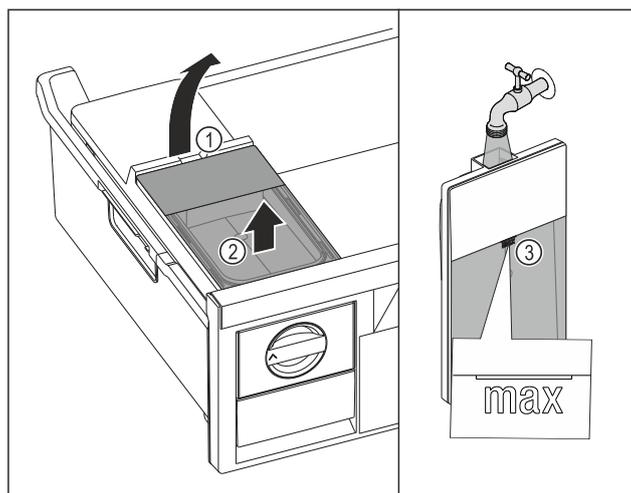

Fig. 85
- ▶ 从凹槽 Fig. 85 (1) 抬起水箱。
- ▶ 向上取出水箱。 Fig. 85 (2)
- ▶ 向水箱注入饮用水，直至标记 Fig. 85 (3)。